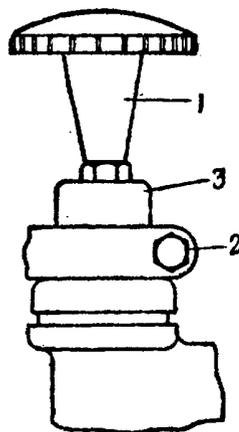

Рис. 12. Регулировка подшипников рулевой колонки:
2. Отвернуть и снять маховичок 1 (рис. 12) демпфера, ослабить гайку 2 хомутика рулевой колонки.
Регулировка рулевого демпфера производится маховичком 1 (см. рис. 12), расположенным на руле перед водителем, во время движения мотоцикла. При езде с большой скоростью или по неровным дорогам демпфер следует затягивать, вращая маховичок вправо.